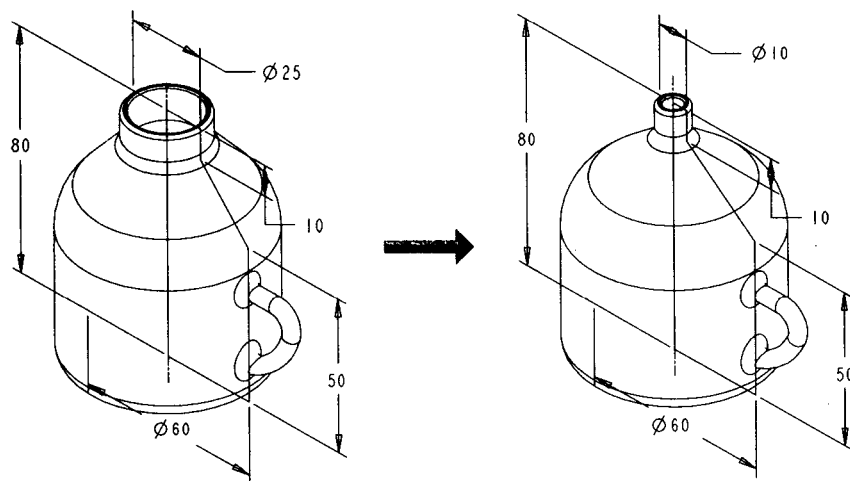

图 1.12
(1) 改变水壶瓶口造型：如图 1.12 所示，我们可以借助水壶瓶口直径尺寸的修改，来达到改变水壶瓶口造型的目的。